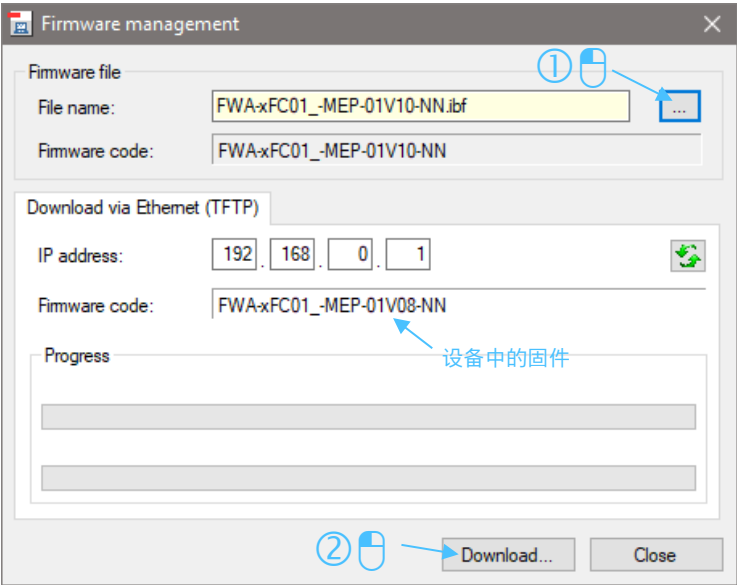

图 14: 固件更新 MEP 窗口
- ▶ 单击 "..." 导航至固件文件 (\*.ibf)，然后单击 "更新" 将其下载到设备上（请参见 图 14: 固件更新 MEP 窗口）。